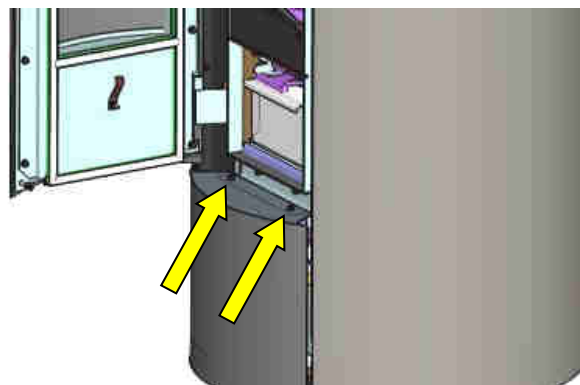

Fig. 10 : retirer la porte et la plaque frontale inférieure
3. Desserrer les vis de fixation de la plaque frontale inférieure (Fig. 10) et la retirer vers le haut